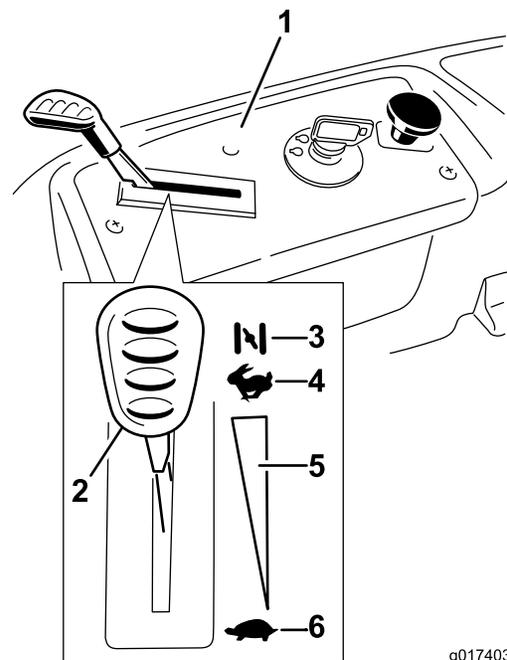

Bild 13
3. Stellen Sie den Gasbedienungshebel auf Choke (Bild 13), bevor Sie einen kalten Motor anlassen.
5. Schieben Sie den Gasbedienungshebel, sobald der Motor angesprungen ist, auf „Schnell“ (Bild 13).